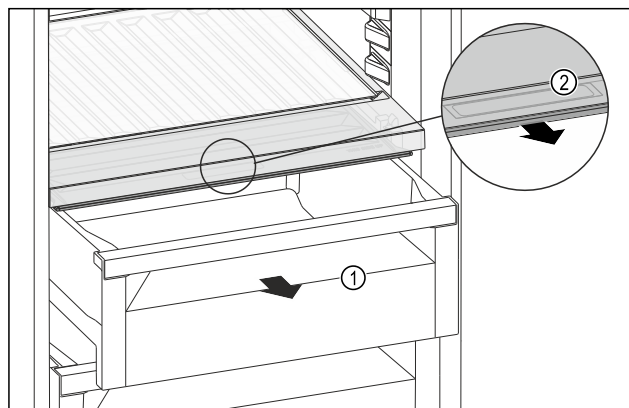

Fig. 107
- Izvlecite predal Fig. 107 (1).
- Primite prijemalno vdolbino Fig. 107 (2) na pokrovu predala in predal istočasno povlecite naprej.